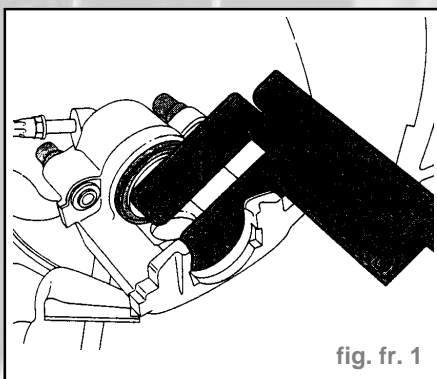

fig. fr. 1
- Repousser le piston (fig. fr. 1).